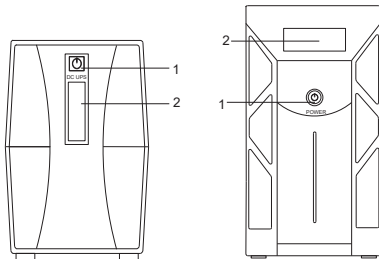

Рисунок 1 – Внешний вид передней панели ИБП серии ELACTRA ET
**1 – Кнопка включения / выключения (рисунок 1)**